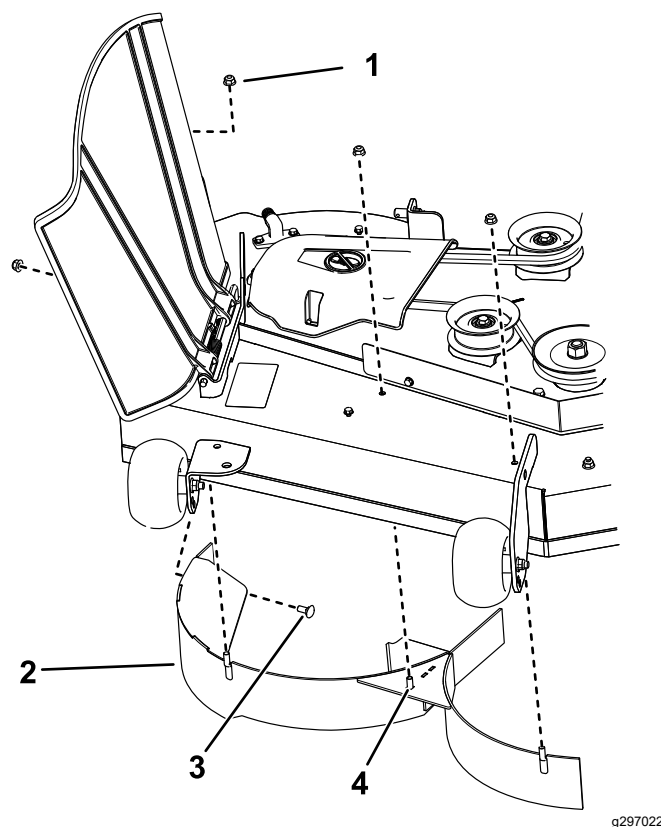

Рисунок 13
4. Отверните 3 контргайки (5/16 дюйма) с приваренных стержней на правом дефлекторе (Рисунок 13).
5. Отверните 2 каретных болта с 2 контргайками, которые крепят правый дефлектор к деке, и снимите дефлектор (Рисунок 13).
отверстия, используемые для приваренных стержней (Рисунок 13), для предотвращения выброса мусора.